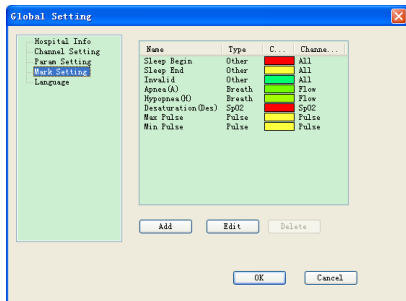

Figura 5-2-4
**(4)** È possibile aggiungere, modificare ed eliminare le osservazioni nell'Interfaccia “Osservazioni”, come mostrato in Figura 5-2-4: